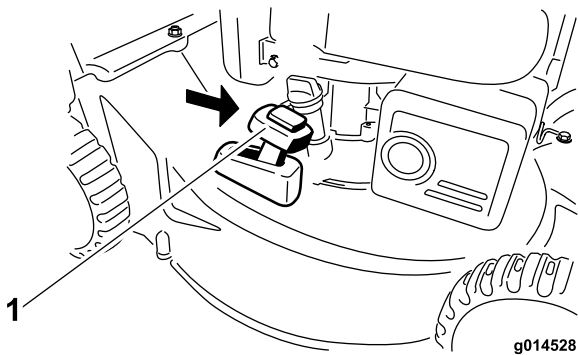

Figura 20
2. Instale la bolsa de recogida; consulte Cómo retirar la bolsa de recogida \(página 13\), y mueva la palanca de ensacado a demanda al modo de **ensacado** (Figura 20).
Nota: Si la bolsa de recogida está instalada en la máquina, retírela antes de proceder a la descarga lateral de los recortes; consulte Cómo retirar la bolsa de recogida \(página 13\). La palanca de ensacado a demanda debe estar en el modo de **ensacado** (Figura 20).